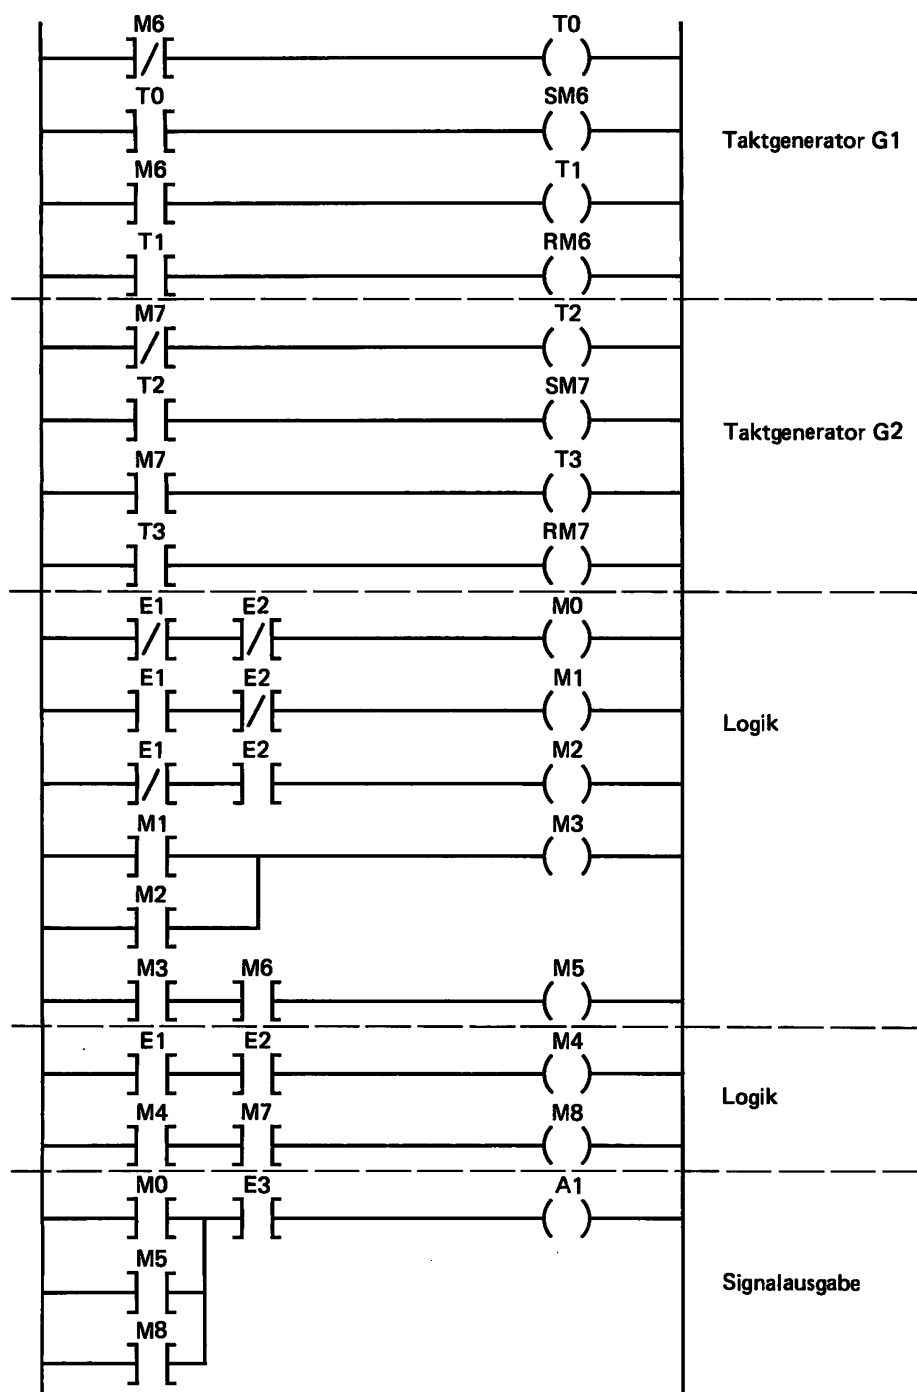

Bild E 51.1
- e) Den nach dem Programm aufgestellten KOP zeigt das Bild E 51.1.